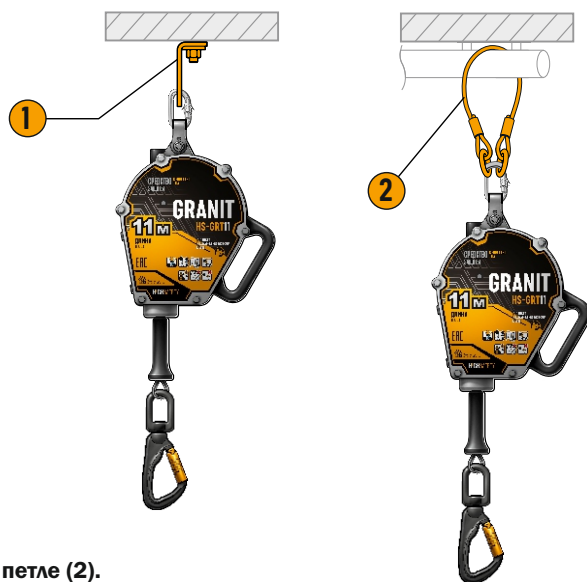

Рис. 12 Крепление СЗВТ GRANIT к анкерной точке (1) и анкерной петле (2).
3. Соединить овальный карабин с анкерной точкой (1) или анкерной петлей (2) (рис. 12).